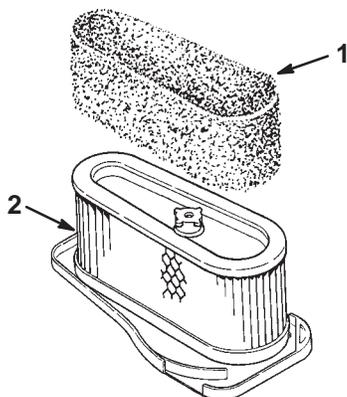

Bild 22
4. Schieben Sie den Schaumeinsatz vorsichtig vom Papiereinsatz herunter (Bild 22).
1. Schieben Sie den Schaumeinsatz vorsichtig auf den Papiereinsatz (Bild 22).